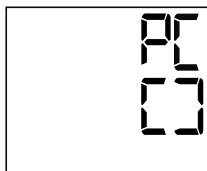

Fig. 1
- Inicie a transferência de dados no software „medi.connect“ do computador. Durante a transferência de dados, surge uma animação no visor. Se os dados tiverem sido corretamente transferidos, a animação apresentada na Fig. 1 surge no visor do tensiômetro.